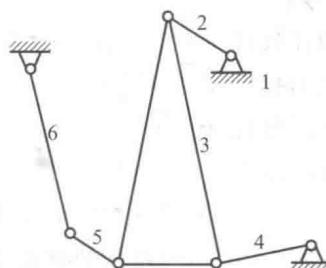

图 2-8
(2) 图 2-6b 所示机构运动简图如图 2-8 所示, 计算图 2-8 所示机构的自由度。